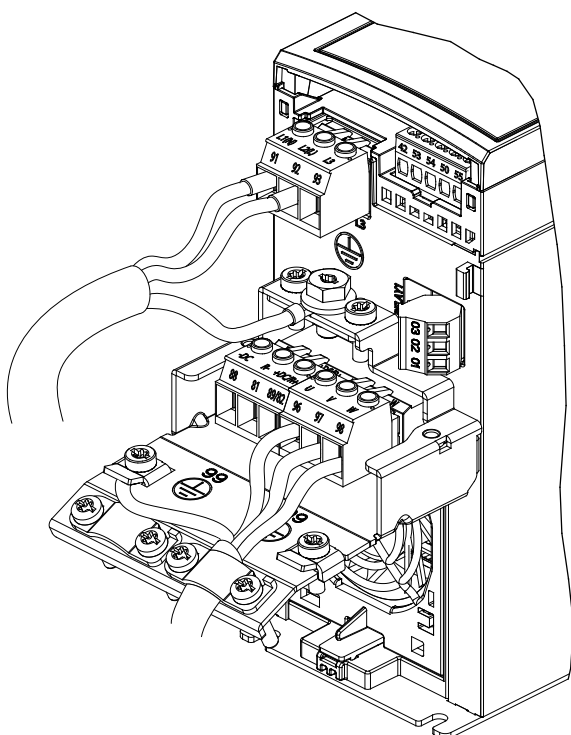
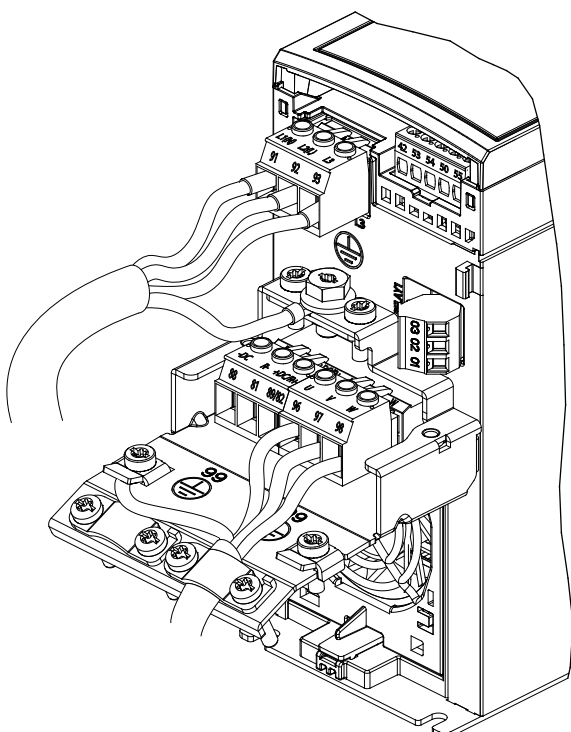

Рисунок 4.6 Подключения сетевого питания, двигателя и заземления в однофазных блоках
Рисунок 4.7 Подключения сетевого питания, двигателя и заземления в трехфазных блоках
Подключения сетевого питания, двигателя и заземления в одно- и трехфазных преобразователях частоты показаны на Рисунок 4.6 и Рисунок 4.7, соответственно. Фактические конфигурации отличаются для разных типов устройств и дополнительного оборудования.
1. Подключите кабели сети переменного тока к клеммам N и L в однофазных блоках (см. *Рисунок 4.6*) или клеммам L1, L2 и L3 в трехфазных блоках (см. *Рисунок 4.7*).